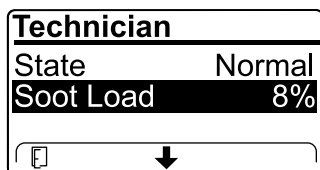

Figura 10
- Vea la carga de hollín que se mide como porcentaje de hollín en el DPF(Figura 10); consulte la tabla de carga de hollín.